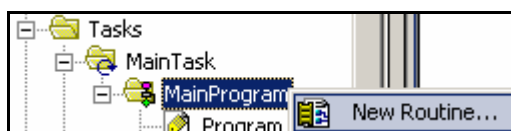

图 3-83 新建例程
19. 输入梯形图逻辑。右键单击 *MainTask->MainProgram*，选择 *New Routine...* (新建例程)，如图 3-83 所示。